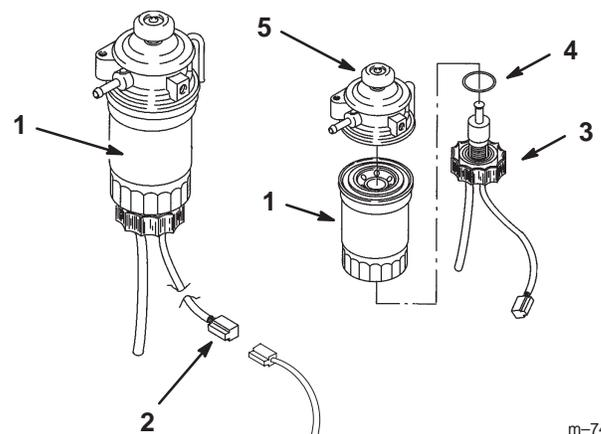

Figure 48
6. Retirez le bouchon de vidange et mettez le joint torique au rebut (Fig. 48).
8. Vissez un filtre neuf à la main jusqu'à ce que le joint touche le boîtier, puis vissez de 1/3 de tour supplémentaire (Fig. 48).
11. Ouvrez le robinet d'arrivée de carburant (Fig. 48).